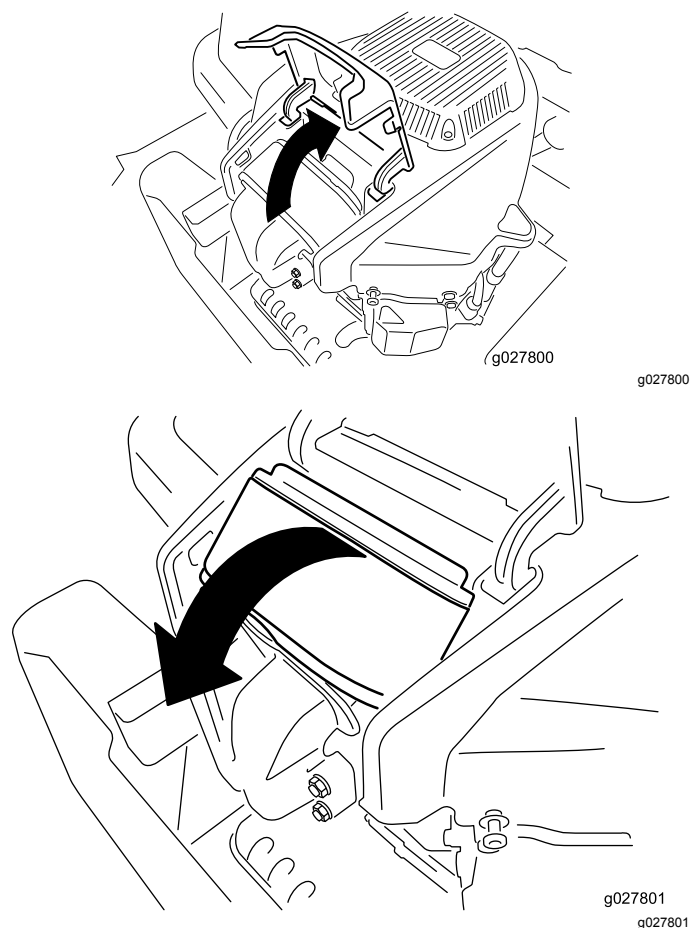

Figura 35
4. Retire la tapa y gire el limpiador de aire para retirarlo del motor (Figura 35).